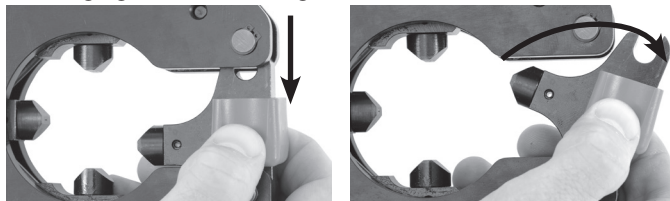

Abbildung 2 – Öffnen/Schließen des Crimp-Kopfes
- Öffnen Sie bei Bedarf den Kopf, indem Sie den Riegel zur Seite schieben und herausdrehen (Abbildung 2). Schließen Sie den Kopf um den zu crimpenden Verbinder. Vergewissern Sie sich, dass der Riegel vollständig geschlossen ist – Betätigen Sie das Werkzeug nicht, wenn der Riegel ganz oder teilweise geöffnet ist.